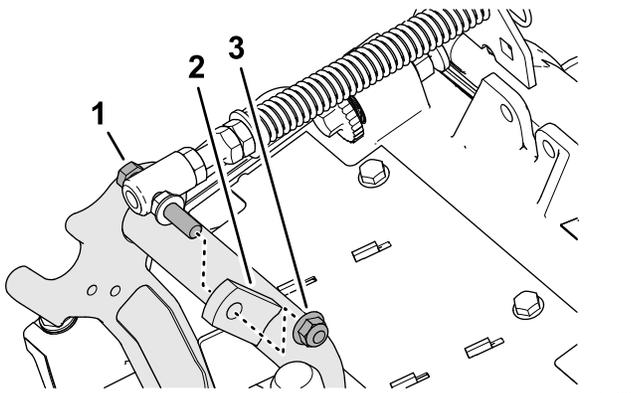

Figure 9
3. Retirez le contre-écrou à embase ( $\frac{3}{8}$  po) qui fixe la vis du ressort de compensation sur la patte droite du bâti porteur, et retirez le ressort de compensation de l'unité de coupe (Figure 9).